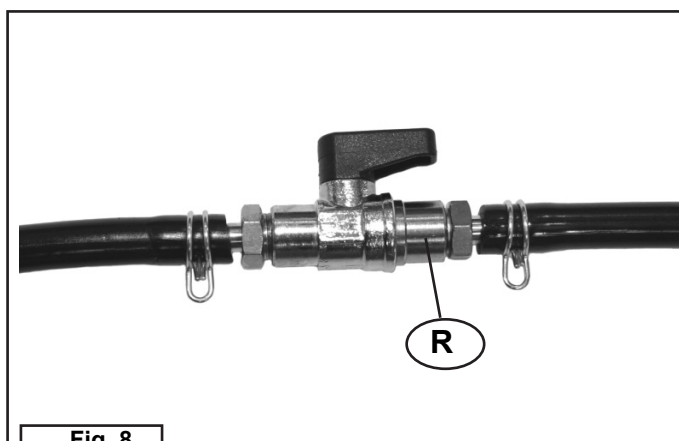

Fig. 8
- Diesel on/off cock (**R**) (Fig. 8).